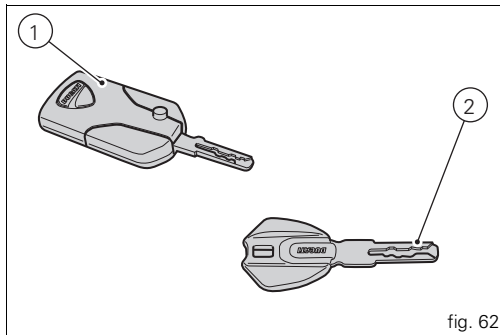

fig. 62
Clés (fig. 62)
- 1 clé active (1, fig. 62) ;
- 1 clé passive (2, fig. 62).
Il est interdit de voyager avec la clé (1 ou 2, fig. 62) insérée dans la serrure du bouchon du réservoir ou dans la serrure de la selle, car elle pourrait glisser et entraîner un danger potentiel. En outre, si elle est frappée, les éléments mécaniques de la clé et le circuit intégré pourraient s'endommager.